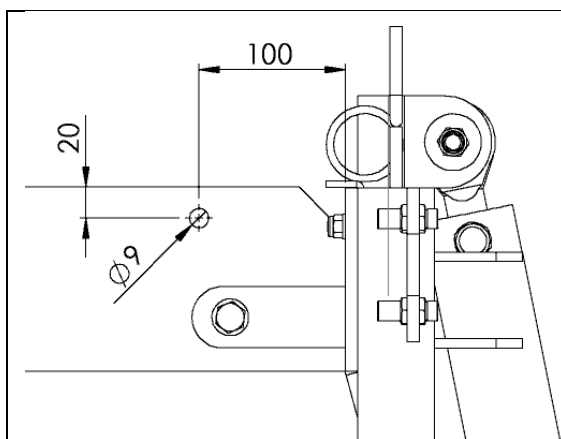

Fig 4
4. Sur le chassis percer un trou de $\varnothing 9\text{mm}$ comme indiqué fig 4